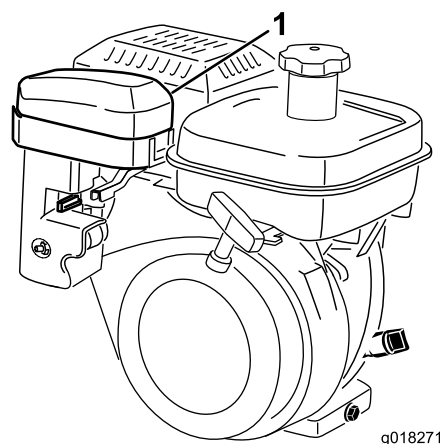
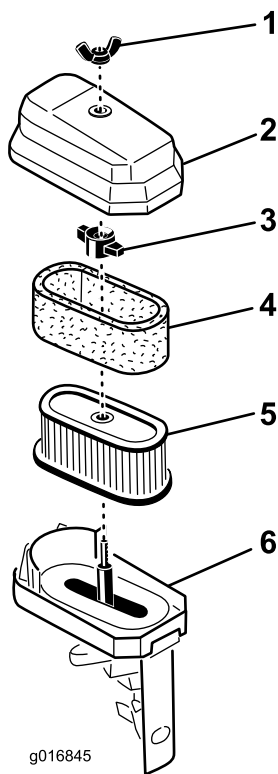

Figure 36
Figure 37
2. Enlevez les écrous à oreilles qui fixent le couvercle du filtre à air et déposez le couvercle. Nettoyez soigneusement le couvercle (Figure 36 et Figure 37).
3. Si l'élément en mousse est encrassé, sortez-le de l'élément en papier (Figure 37). Nettoyez-le soigneusement.